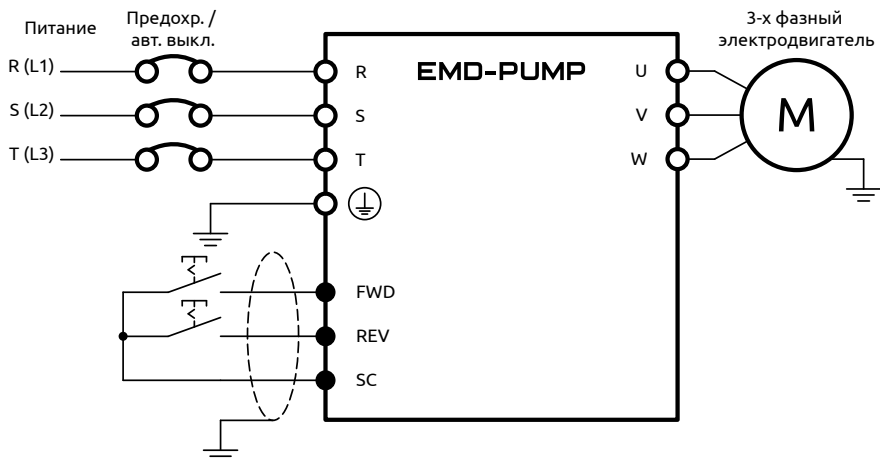

Рисунок 42 – Применение дискретных входов для пуска и останова ПЧ (контакты с фиксацией)
- 1) Двухпроводная схема подключения. Используются контакты с фиксацией (см. рисунок 42)